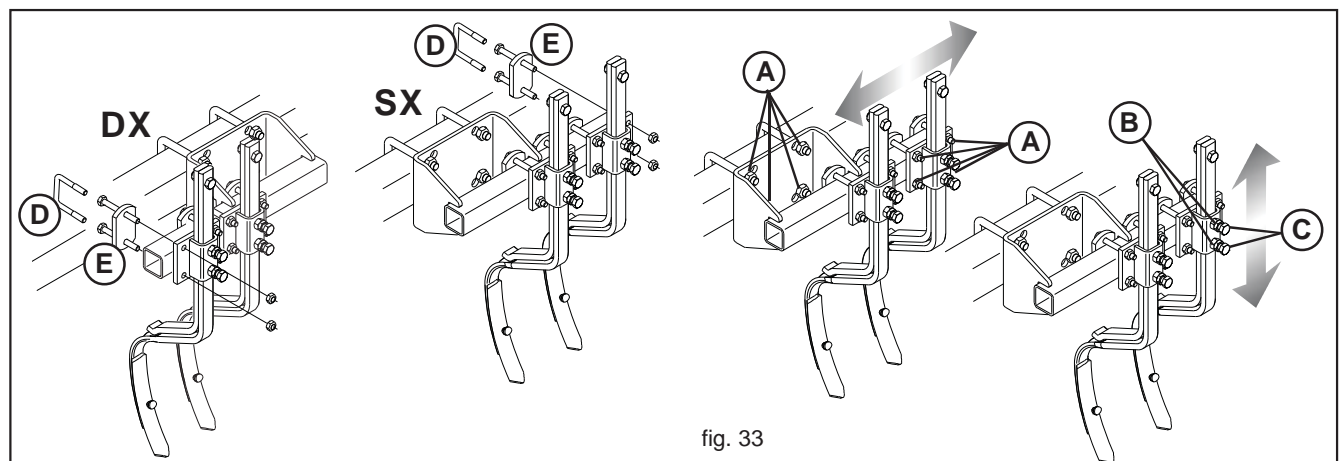

fig. 33
Die Messer werden auf der gleichen Linie der Schlepperreifen angeordnet. Um die Position der Anker zur Trassierung einzustellen, müssen die Muttern (A, Abb. 33) gelockert, die Anker neu positioniert und die Muttern. Um die Tiefe der Anker, abschrauben die Gegenmutter (B, Abb. 33) und die Schraube (C, Abb. 33). Nach erfolgter Einstellung werden sowohl die Schrauben, als auch die Gegenmutter wieder festgezogen.
**ANMERKUNG montage (D und E, Abb. 33):**